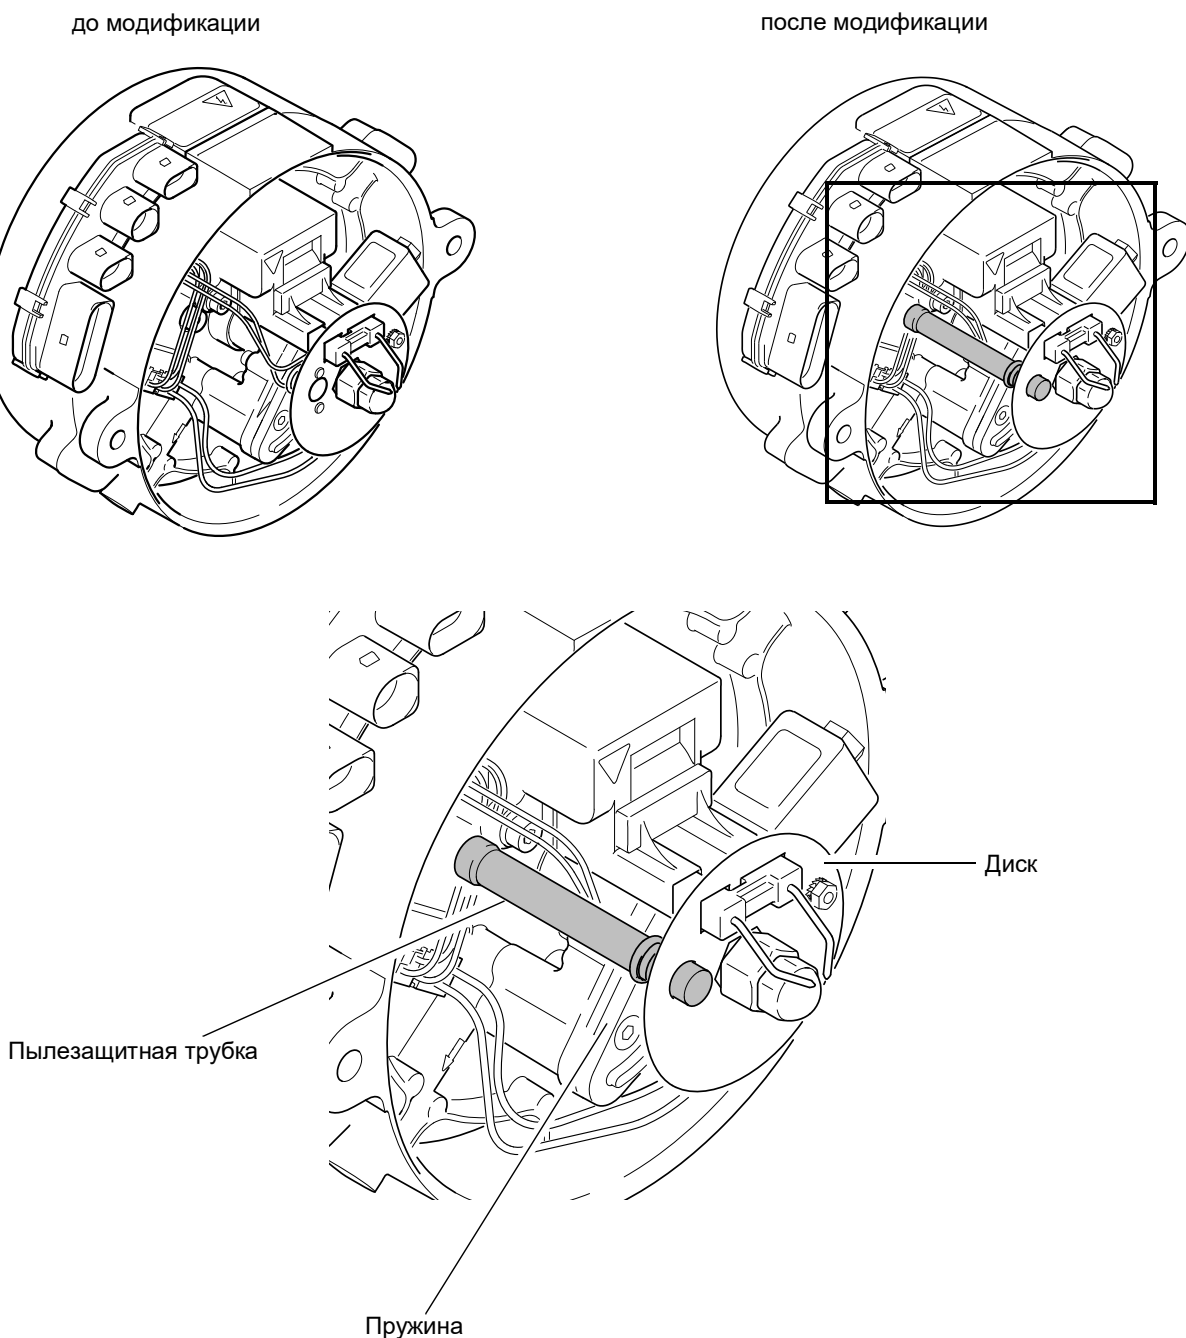
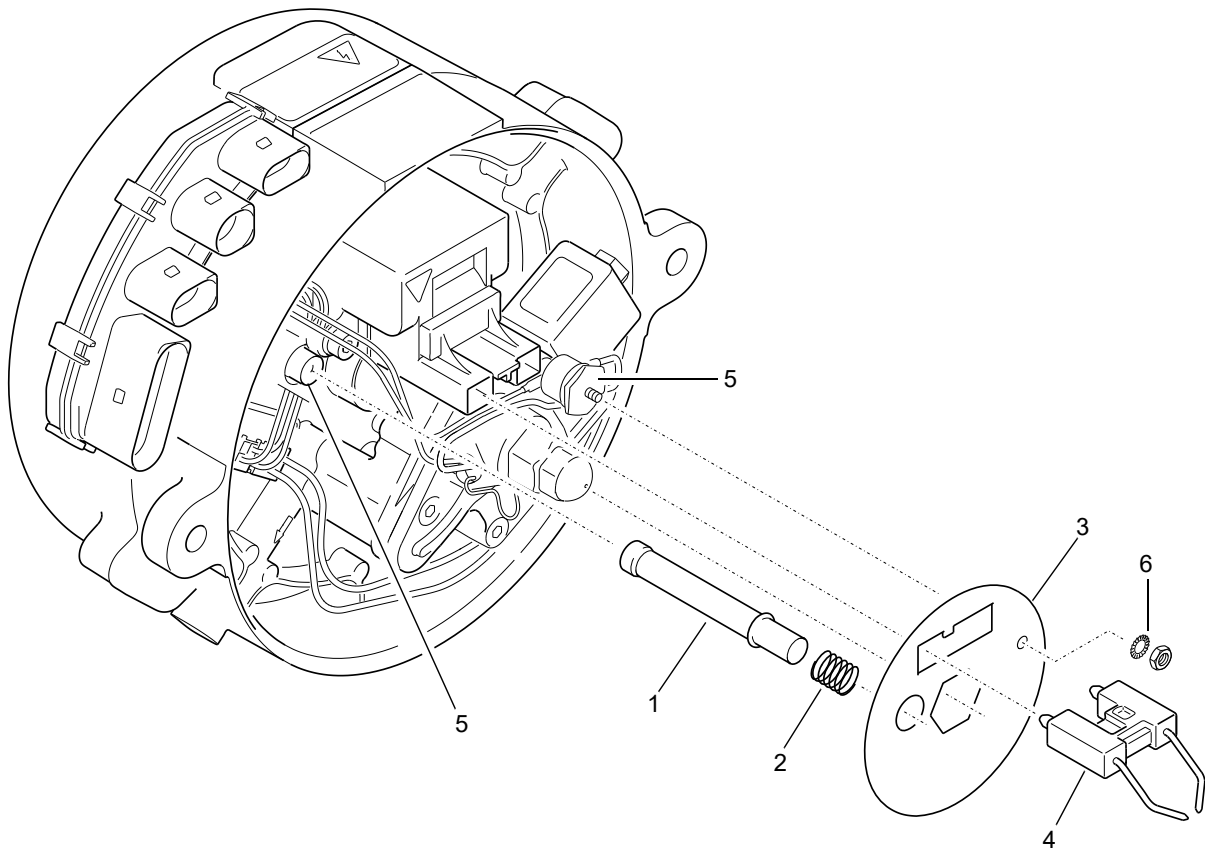

Рис. 901 Защита датчика пламени от пыли
Рис. 902 Защита датчика пламени от пыли — монтаж
Датчик пламени можно оснастить защитой от пыли. Это повышает надежность его работы и снижает затраты на техобслуживание. Защита от пыли состоит из 3-х частей (см. Рис. 901/Рис. 902): пылезащитная трубка (1), пружина (2) и диск (3).
2. Демонтировать запальный электрод (4, Рис. 902) (см. 8.6).
3. Отвинтить термостат (5), если имеется.
4. Снять и утилизировать диск (3).
5. Предварительно смонтировать новый диск (3), трубку (1) и пружину (2).
6. Собрать вместе новый диск (3), трубку (1) и пружину (2) следующим образом. Установить диск (3) на держатель форсунки над распылительной форсункой. Нижний конец трубки (1) при этом придвигается к линзе датчика пламени (5). Затем повернуть диск (3) так, чтобы можно было снова установить запальный электрод (4). Обратит внимание на правильность посадки компонентов.
7. Термостат (5), если имеется, установить на место. При этом следить за правильным размещением стопорной шайбы (6).
8. Смонтировать запальный электрод (4) (см. 8.6).